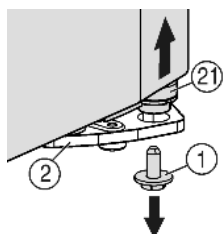
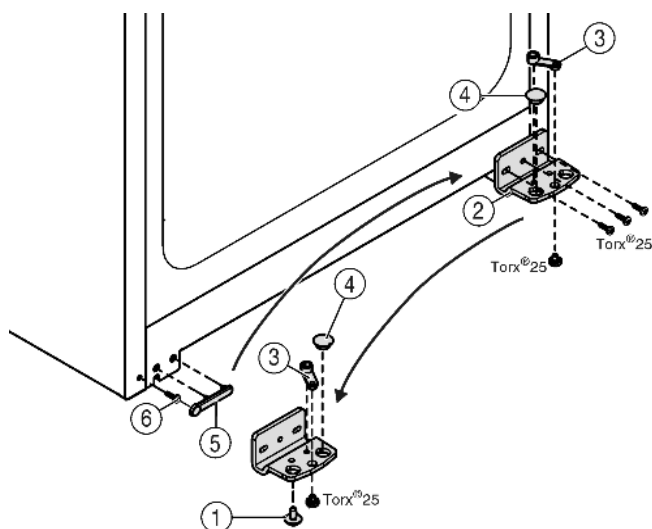

Fig. 5
Fig. 6
- Na dole po prawej stronie odkręcić śrubę zabezpieczającą Fig. 5 (1) z płytki zawiasu.
- Trzpień zawiasu Fig. 5 (21) luzuje się w płytce zawiasu Fig. 6 (2).
- Jeśli trzpień zawiasu Fig. 5 (21) nie poluzuje się, należy wycisnąć go od dołu.
- Odkręcić płytkę zawiasu Fig. 6 (2).
- Odkręcić element zawiasu Fig. 6 (3), przełożyć do przeciwnego otworu zawiasu i tam dokręcić.
- Zatyczki Fig. 6 (4) wyjąć z płytki zawiasu i przełożyć do przeciwnego otworu zawiasu.
- Ostrożnie podnieść osłonę Fig. 6 (5) od strony uchwytu.
- Wykręcić śrubę Fig. 6 (6) i ponownie wkręcić po przeciwnej stronie.
- Ponownie założyć osłonę Fig. 6 (5).
- Przykręcić mocno płytkę zawiasu Fig. 6 (2) na nowej stronie (z siłą 4 Nm), w razie potrzeby za pomocą wkrętarki akumulatorowej.
- Śrubę zabezpieczającą Fig. 5 (1) wkręcić w trzpień zawiasu i mocno dokręcić (z siłą 4 Nm).